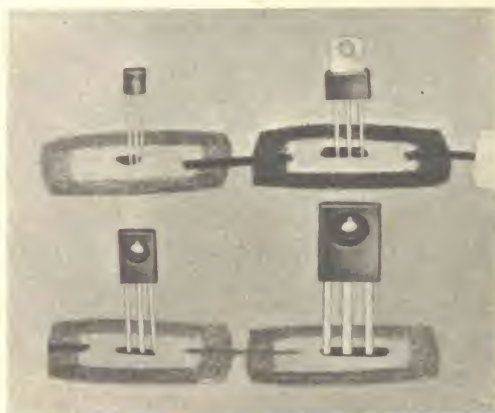

Fig. 3 - I transistori anulari al silicio con involucro plastico "Uniwatt" sono di tipo n-p-n o p-n-p e possono dissipare da 1 W a 8 W.
- La Motorola ha presentata una nuova serie di transistori economici in custodia di plastica, progettati per applicazioni di media potenza. In un nuovo involucro, denominato Uniwatt (fig. 3), le unità hanno eccellenti caratteristiche termiche, sia da sole sia fissate a radiatori di calore per mezzo di linguette di rame. Anche se hanno solo le dimensioni circa di un TO-5, i nuovi dispositivi possono dissipare da 1 W a 8 W a seconda del tipo di radiatore di calore usato. Si tratta di transistori anulari al silicio con tensioni